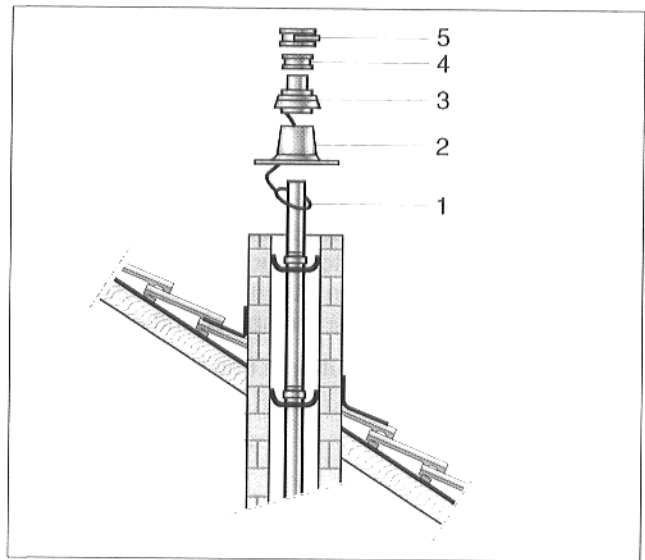

Abb. 20 Montage Schornsteinabschluß
- Edelstahlseil (Abb. 20, Pos. 1) durch die Schachtabdeckung (Abb. 20, Pos. 2) ziehen und über das Mündungsrohr schieben.
- Schachtabdeckung und Aufsatz mit Hinterlüftung (Abb. 20, Pos. 3) von oben über das Mündungsrohr schieben.
- Silikon-Manschette (Abb. 20, Pos. 4) über die Verbindungsstelle zwischen Mündungsrohr und Aufsatz mit Hinterlüftung schieben.
- Klemmband (Abb. 20, Pos. 5) über die Verbindungsstelle schieben und verschließen.